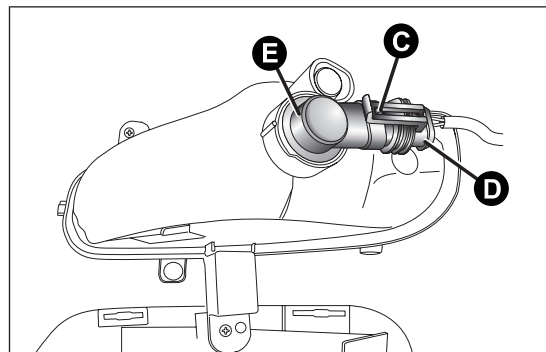

fig. 127
- ☐ actuar en la ballestilla C fig. 127 y soltar el conector eléctrico D;